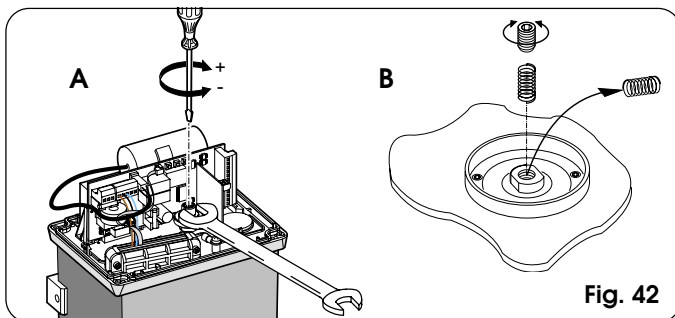

Fig. 42
- 2) Maintenir l'arbre moteur bloqué au moyen d'une clé anglaise et agir sur la vis de réglage de l'embrayage avec une clé pour vis à six pans creux ou un tournevis d'après la Fig. 42 Réf. A. Pour augmenter le couple, tourner la vis dans le sens des aiguilles d'une montre. Pour diminuer le couple, tourner la vis dans le sens inverse des aiguilles d'une montre.
- ➔ L'opérateur est fourni en série avec un ressort de réglage de l'embrayage pour les portails jusqu'à 1000 kg. Pour les portails d'un poids supérieur, utiliser l'autre ressort fourni. Pour remplacer le ressort, agir d'après la Fig. 42 Réf. B.